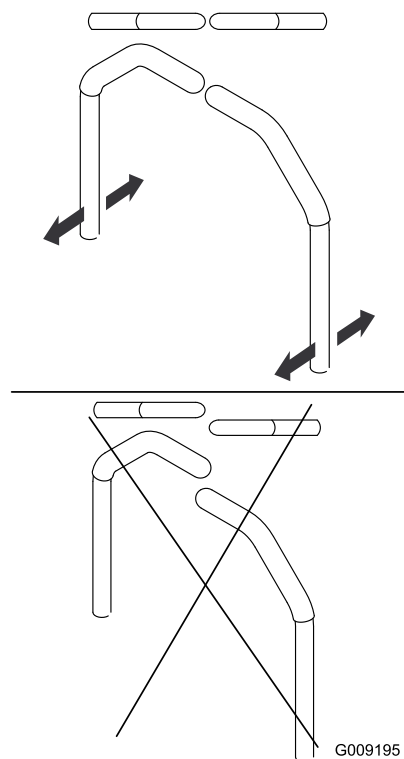

Figure 50
7. Réglez l'alignement avant/arrière des leviers en les plaçant tous deux à la position POINT MORT, puis faites-les coulisser jusqu'à ce qu'ils soient alignés, et serrez les boulons (Figure 50).